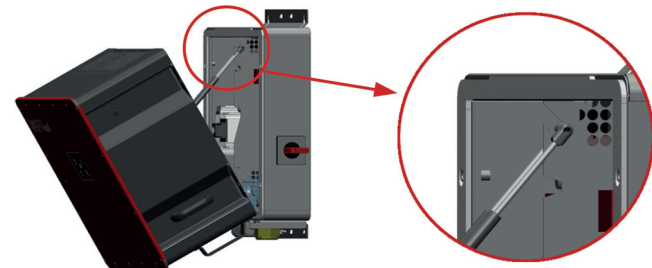

Fig. 17: Einhängen der Hydraulikzylinder an der Connection-Box
3. Eine Person sollte die PowerUnit halten, während die zweite die Hydraulikzylinder in den Schlitz der ConnectionBox einhängt (siehe Abbildung 17).